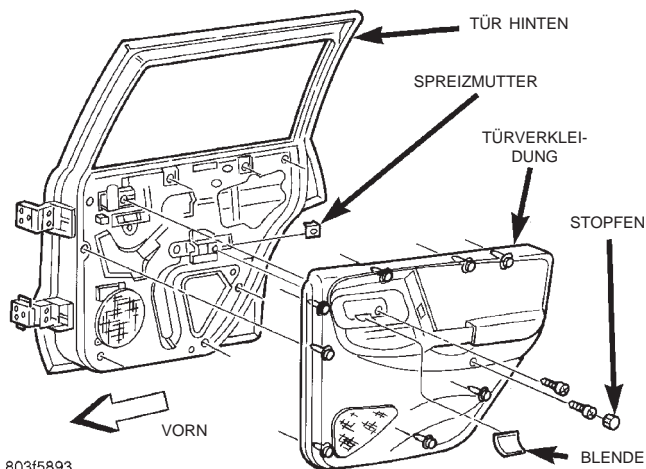

Abb. 13 Türverkleidung hinten aus- und einbauen
- (1) Batterie-Minuskabel abklemmen und elektrisch isolieren.
- (2) Die Blende in der Nähe des Türöffnungsgriffs an der Türverkleidung abbauen. Hierzu einen Schraubendreher mit gerader Klinge in das gekerbte Ende der Blende einführen und vorsichtig nach oben hebeln.
- (3) Die Schraube unter der Blende lösen, mit der die Türverkleidung am hinteren Türinnenblech befestigt ist (Abb. 13).